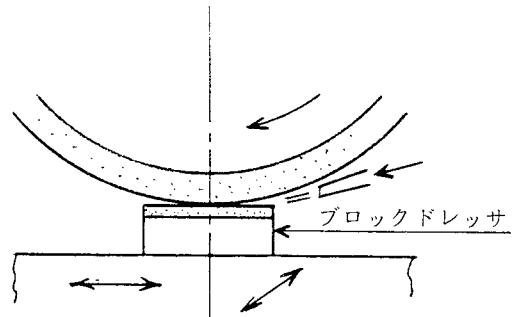

図 3-12
- 切込みを与えてテーブル左右送りと, サドル前後送りを行う。(図 3-12)